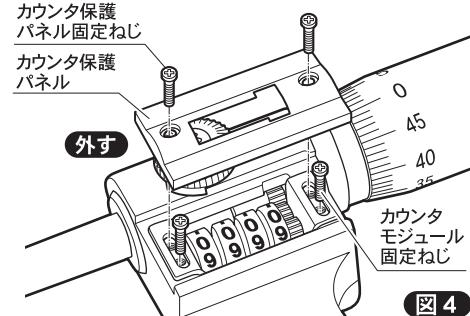

図4
①カウンタ保護パネルの固定ねじを(+)の精密ドライバで外し、さらにカウンタモジュールを固定しているねじも同様に(+)の精密ドライバで外して下さい。**図4**